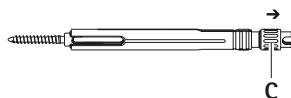

Fig. 6
- Desapertar o parafuso de aperto C no sentido da seta, até que a rosca fique visível no sentido da extremidade de trabalho, ver Fig. 6.